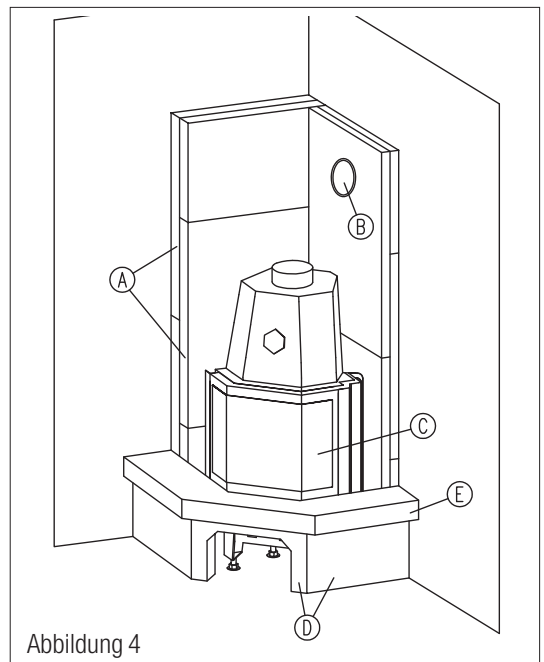

Abbildung 4
6.2 Der Radiante-Einsatz muß so gerückt werden, daß der Untersims ca 3 - 5 mm überdeckt wird, aber noch 2 - 3 mm „Luft“ zwischen Marmor und Heizeinsatz verbleibt, so dass sich der Heizeinsatz ausdehnen kann, ohne die Marmorteile zu beschädigen! (Abb. 4)